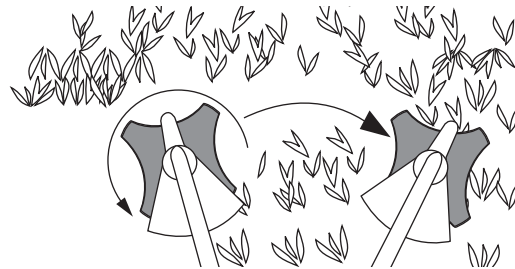

Fig. 22
- Mueva la unidad de su izquierda a derecha hacia el material que va a cortar (Fig. 22).